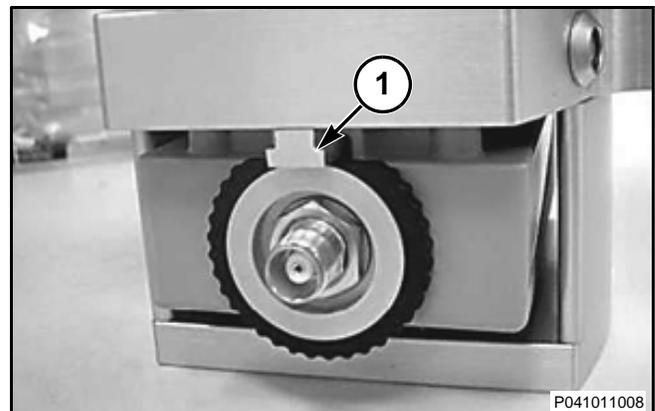

FIG. 135
FIG. 135: Asegúrese de que el anillo de traba negro esté alineado con la superficie plana en la parte superior de modo que la radio pueda deslizarse más allá de la T (1).